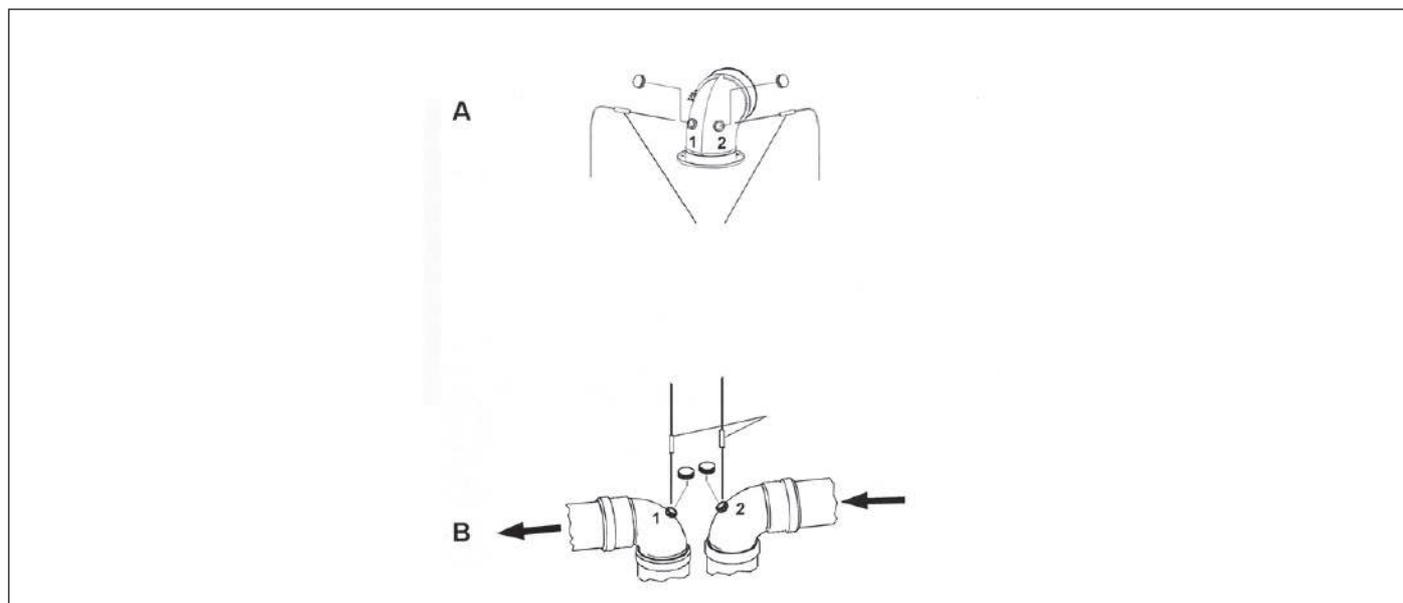

Рис. 14 Примеры мест для контроля дымовых газов
- измерить температуру воздуха для горения через отверстие 2 (смотри дет. **A** Рис. 14 Примеры мест для контроля дымовых газов).
- измерить температуру отходящих газов и содержание CO₂ через отверстие 1 (смотри дет. **A** Рис. 14 Примеры мест для контроля дымовых газов).
- измерить температуру воздуха для горения через отверстие 2 (смотри дет. **B** Рис. 14 Примеры мест для контроля дымовых газов).
- измерить температуру отходящих газов и содержание CO₂ через отверстие 1 (смотри дет. **B** Рис. 14 Примеры мест для контроля дымовых газов).